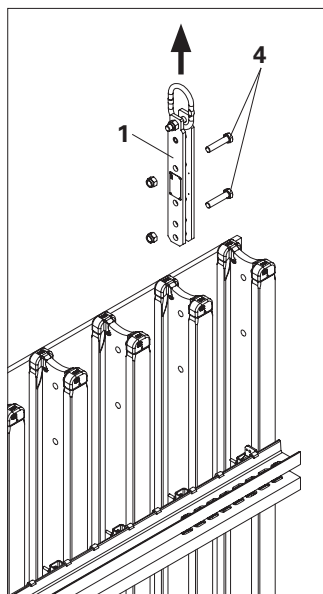

Fig. 10b
4. Staccare la staffa sollevamento portandola verso l'alto. (Fig. 10b)